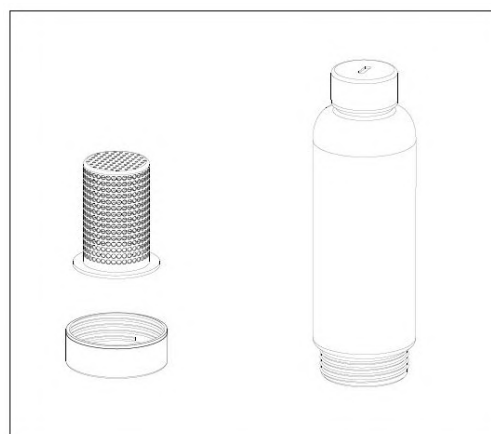

Рисунок 17. Промывка фильтра
5. Проверьте, не загрязнился ли фильтр в емкости. Промойте фильтр под чистой водой. См. Рисунок 17.